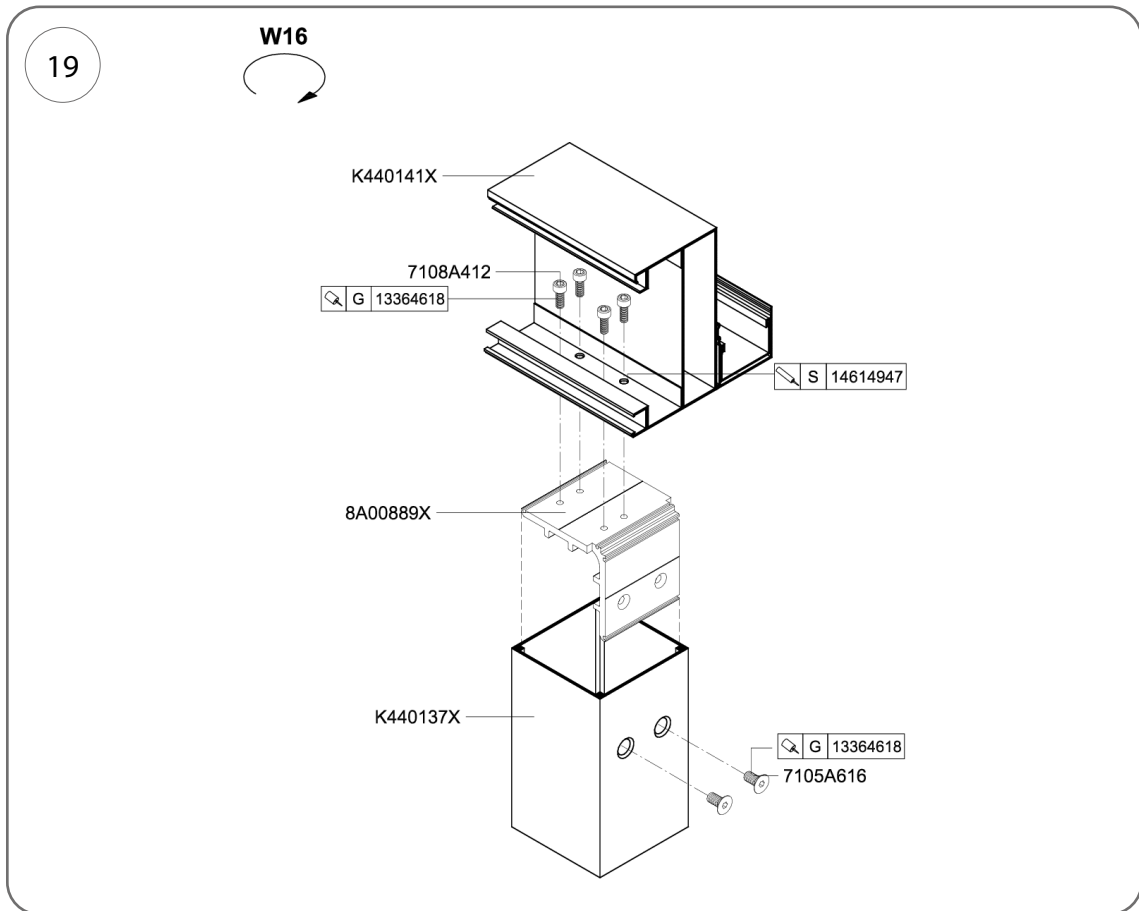
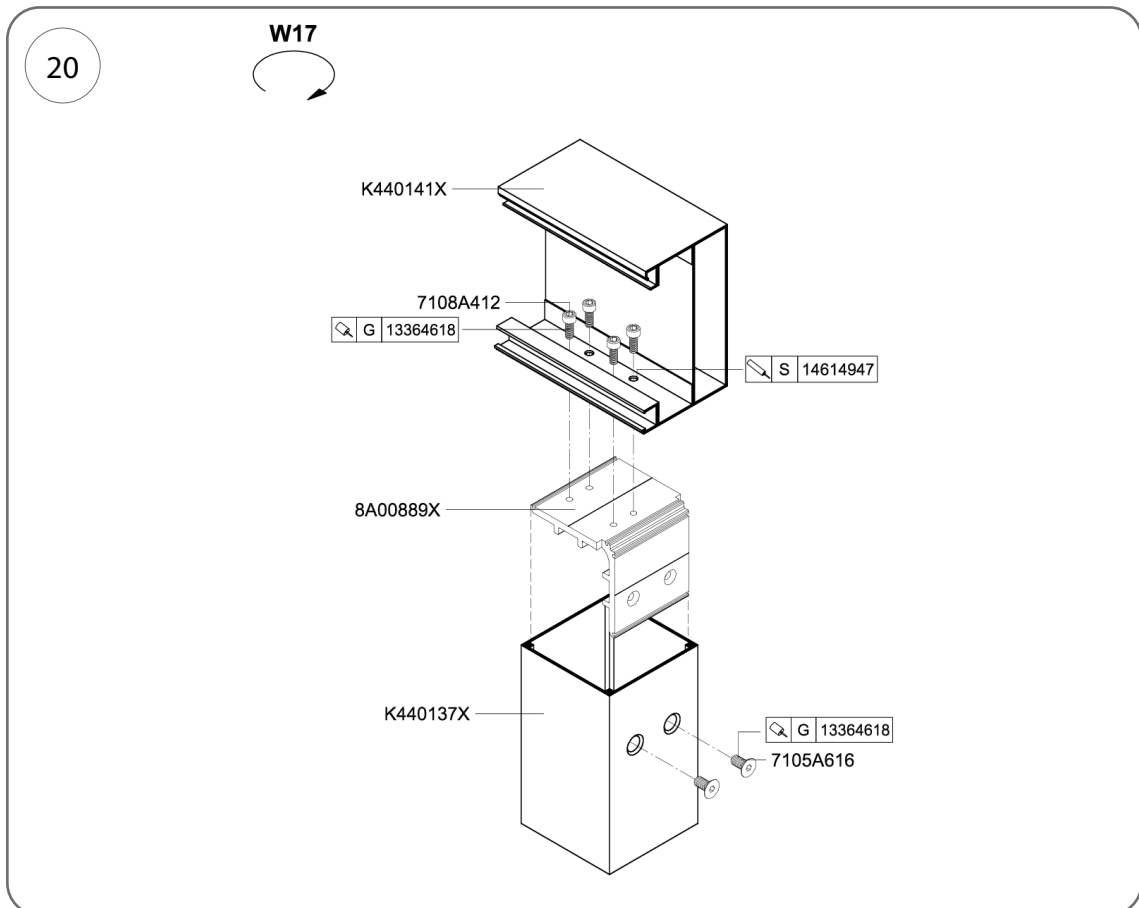

Рис. 19
Рис. 20
- Перед кріпленням проміжної стійки до кронштейна прикріпіть з'єднувач стійки кат. № 8A00889X (рис. 19, рис. 20) до її верхнього кінця за допомогою 2 гвинтів M12x30 мм (кат. № 7105A616).
3. За допомогою 4 гвинтів з шестигранною головкою M8 x 20 мм, кат. № 7108A412, прикріпіть профіль крокви або прогону до з'єднувача, кат. № 8A00889X, встановленого в стійці (рис. 19 та рис. 20).